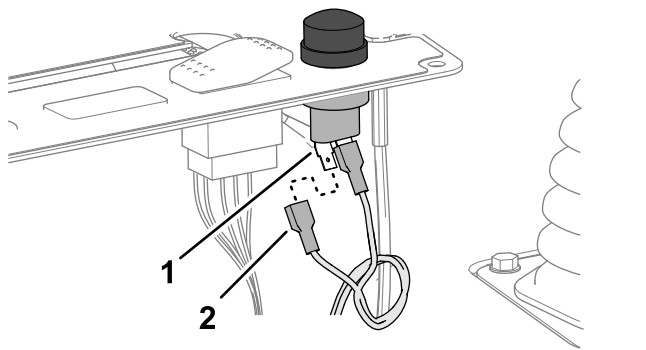

Figura 18
4. Ligue os dois terminais da cablagem rotulados HORN SWITCH (interruptor da buzina) aos terminais do interruptor da buzina (Figura 18).